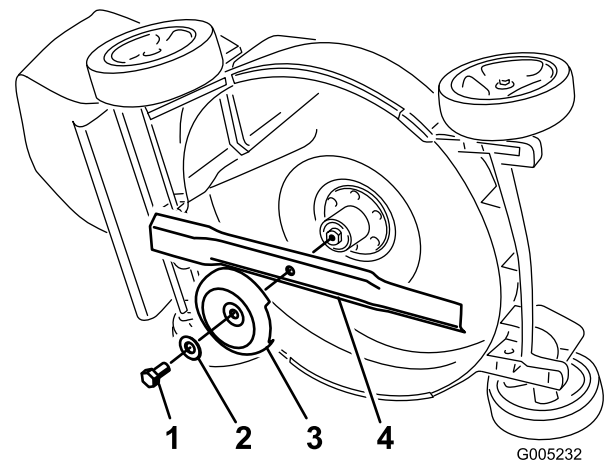

Bild 27
4. Kippen Sie den Rasenmäher auf die **rechte** Seite (Bild 27).
Fassen Sie das Ende des Messers mit einem dicken Handschuh an oder wickeln Sie einen Lappen um das Messer. Nehmen Sie die Messerschraube, die Scheibe, die Antiskalprierschale und das Messer ab (Bild 27).